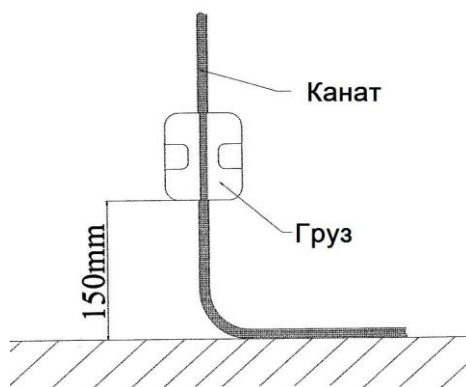

Рис. 11. Нижний конец каната
- На нижние концы подъемных и предохранительных канатов закрепить грузы (**груз гарантированно не должен касаться земли**). Грузы закрепляются в нижней части каната для того, чтобы осуществлять натяжение каната и предотвращать его смещение вместе с платформой при работе фасадного подъемника. Груз должен быть закреплен, как показано на рис. 11.